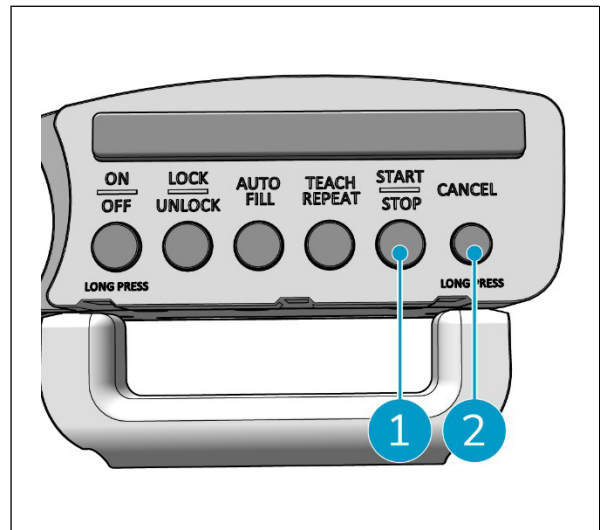

Figura 39
1. Coloque el i-walk frente al código QR. El botón Start/Stop (Figura 39, pos. 1) parpadeará en azul cuando se reconozca el código QR.
2. Mantenga pulsado el botón Cancelar (Figura 39, pos. 2) durante unos segundos. Un pitido confirmará la eliminación de una ruta de limpieza.